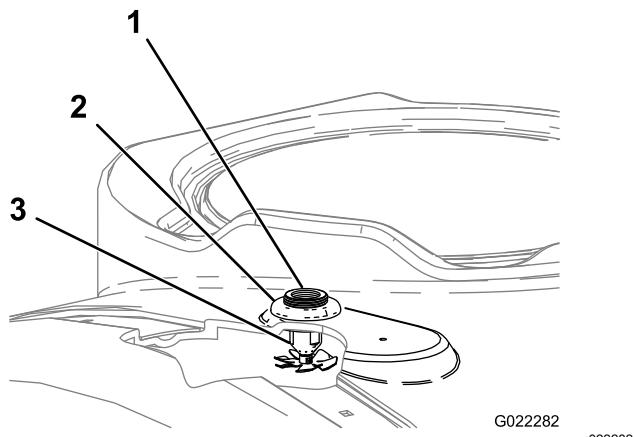

Figura 5
- Instale las boquillas desde abajo a través de los taladros que perforó (Figura 5).
- Instale la tuerca de plástico con arandela prensada sobre la rosca expuesta del conector estanco situado encima del depósito (Figura 5). Asegúrese de que la junta queda bien asentada entre el conector estanco y la parte inferior del depósito.